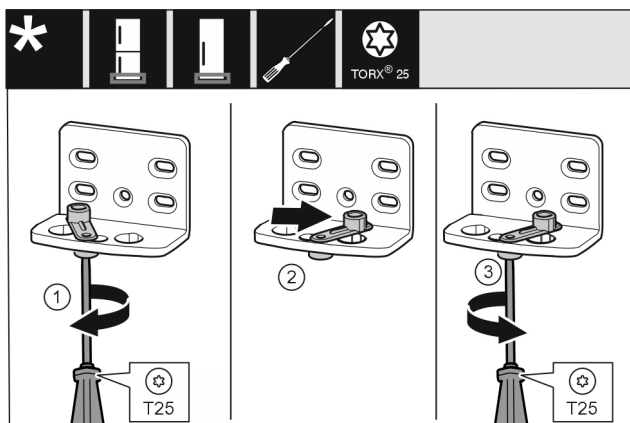

Fig. 14
- Voľne zaskrutkujte skrutku Fig. 14 (1) skrutkovačom.
- Nadvihnite pomôcku na zatváranie dverí Fig. 14 (2) a otočte ju o 90° doprava v otvore.
- Pevne utiahnite skrutku Fig. 14 (3) skrutkovačom.